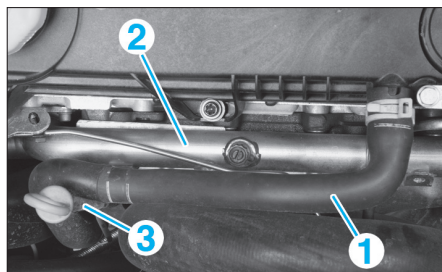

FIG. 20
- Déposer la vis de fixation du puits de jauge sur le carter d'huile (2).
- Débrancher le durit de dégazage du moteur provenant du carter d'huile (1) (fig. 20).
- la canalisation (2) de liquide de refroidissement placée au dessus du collecteur d'échappement (fig. 20).
- le puits de jauge (3) (fig. 20).